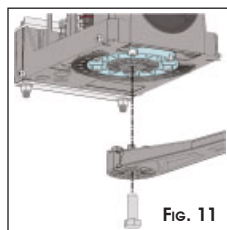

Fig. 11
- ⑥ Montare il braccio dritto (Fig.11) con l'apposita vite in dotazione.